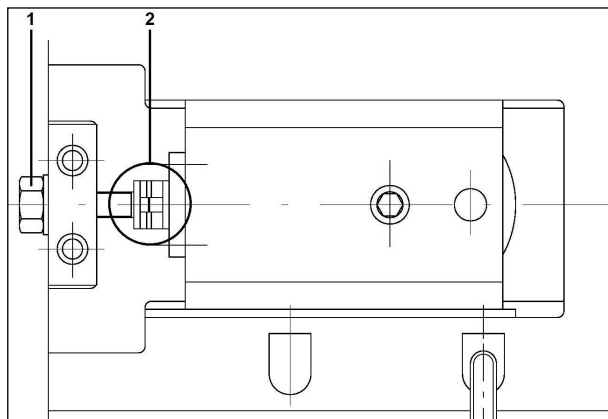

Figure 2
16. Faire tourner l'écrou de tension (1 fig.2) jusqu'à ce que le repère noir soit au centre de la zone blanche (2 fig.2).